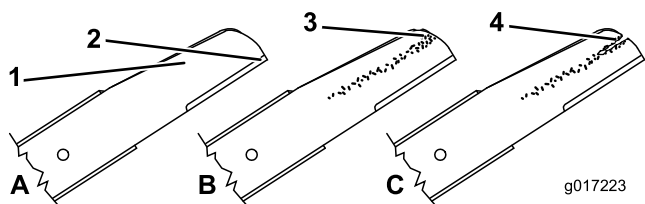

Figura 41
1. Controllate i taglienti (Figura 41). Se i taglienti non sono affilati o presentano intaccature, togliete le lame ed affilatele o sostituitele.
2. Controllate le lame stesse, in particolare l'area curva (Figura 41).
**Nota:** In caso di danni, usura o scanalature nell'area (Figura 41), sostituite immediatamente con una nuova lama.